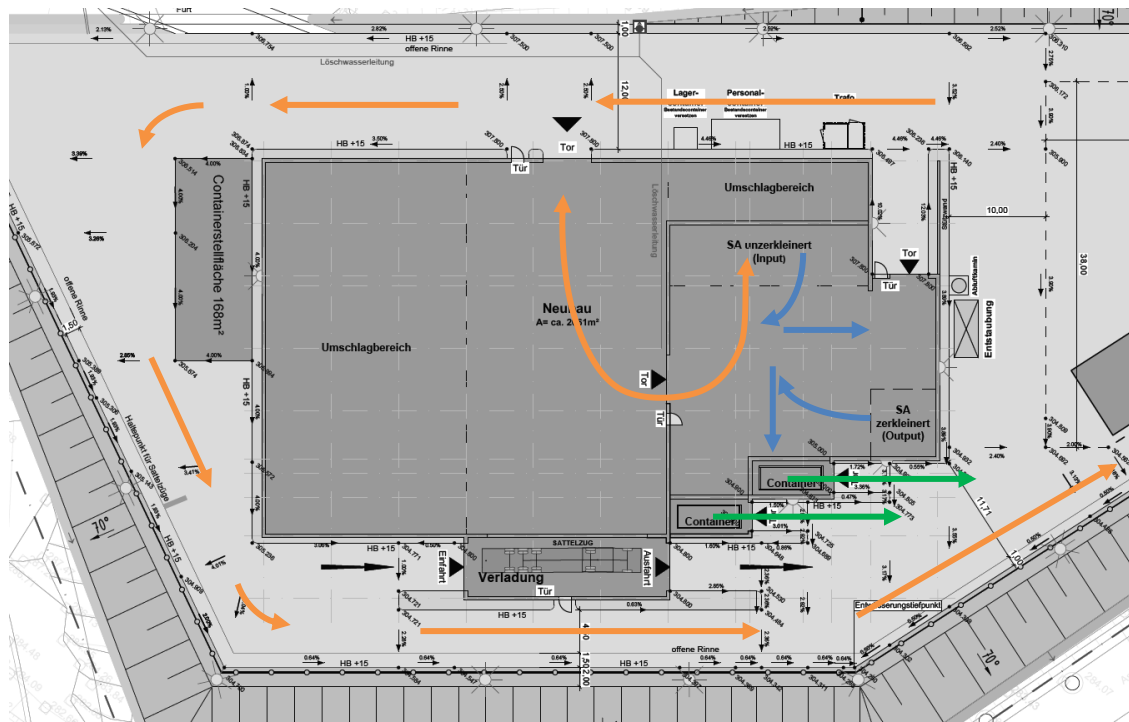

Abbildung 2: Auszug Lageplan G 04, Quelle: SCHIRMER UT, bearbeitet
- (1) Die Anlieferfahrzeuge (Abb. 2, orange Pfeile), z.B. Sammelfahrzeuge warten vor der zentralen Hallenzufahrt und melden sich beim Personal; nach Erfordernis erfolgt eine Datenerfassung.
- (2) Nach Aufforderung fahren die Anlieferfahrzeuge einzeln in die Halle ein und kippen im zugewiesenen Bereich innerhalb der räumlich abgetrennten BE 220 ab. Durch das Betriebspersonal erfolgt eine Sichtprüfung des angelieferten Materials.
- (3) Das Anlieferfahrzeug verlässt den Hallenbereich über das zentrale Tor und fährt dann gegen den Uhrzeigersinn um die Halle herum zurück in Richtung Zufahrt / Waage.
- (4) Die Beschickung des Zerkleinerers erfolgt mittels Radlader (Abb. 2, blaue Pfeile) in den Aufgabetrichter des Zerkleinerers.
- (5) Das zerkleinerte Material wird über ein Abzugsband abgeworfen, wo das Material bis zur Verladung aufgehaldet werden kann.
- (6) Mittels Radlader wird das Material aufgenommen und der Containerverladung zugeführt. In diesen tieferliegenden Bereichen sind 2 Stück 40 m³ Container eingeschoben, die von Oben befüllt werden können.
- (7) Bei Vollfüllung werden die Container entnommen und abtransportiert (Abb. 2, grüne Pfeile).